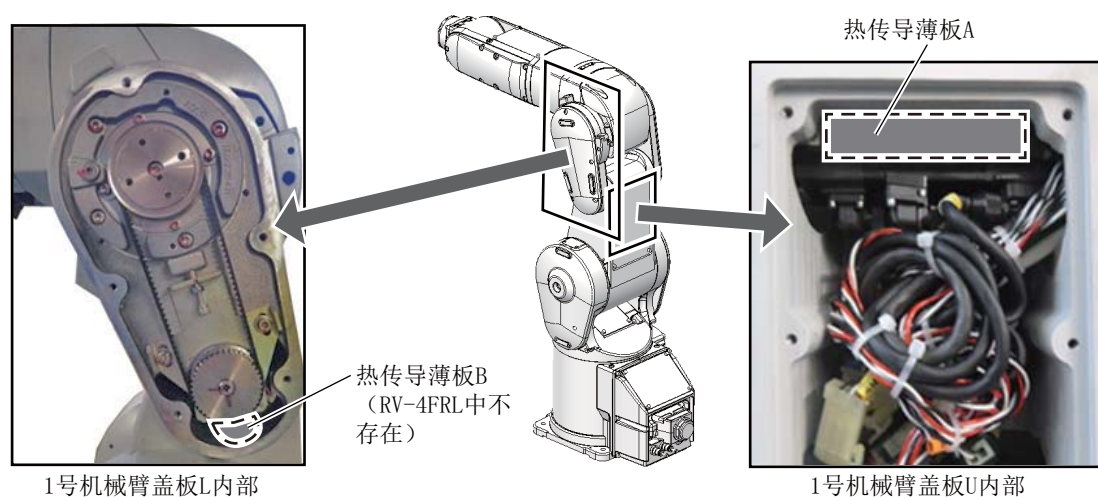

图 5-20：热传导薄板粘贴位置
- 2) 卸下 J3 轴电机上粘贴的热传导薄板 A（参照图 5-20）。应注意不要在黏着面黏附灰尘。
- 3) 在皮带更换过程中，应注意不要使皮带轮转动。请注意如果同步皮带轮 A ④及 B ⑤的位置关系出现偏差，可能导致位置偏离。
此外，应注意不要使热传导薄板 B 发生偏离（参照图 5-20）。